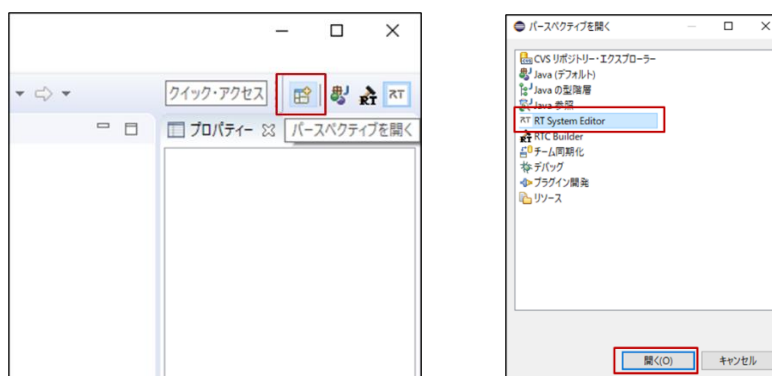

図 16 RT システムエディターを開く
- ① 「Start Naming Service」を起動する。
- ② OpenRTP を起動する。
- ③ 画面右上の「パースペクティブを開く」を選択。表示されるダイアログで「RT System Editor」を選択し、「開く」を選択（図 16）。